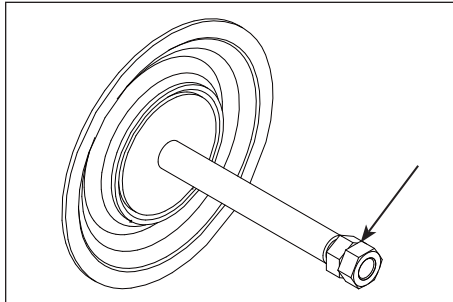

Figure 18
- Otez les écrous du côté opposé en utilisant le deuxième écrou comme un contre-écrou. (Voir la figure 18).